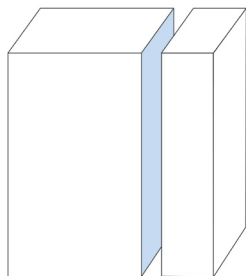

Afb.5
- Het apparaat is nu bedrijfsklaar en kan met de Aan/Uit-schakelaar (Nr. 11) in gebruik worden genomen (kantelschakelaar naar links drukken = isolatieplatensnijder ingeschakeld, kantelschakelaar naar rechts drukken = hoeksnijder ingeschakeld) (Afb.5).